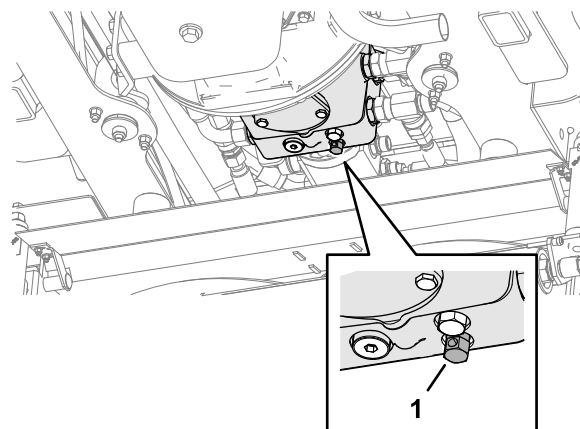

Рисунок 44
- Над средним режущим блоком закройте перепускной клапан на насосе трансмиссии, повернув его по часовой стрелке (Рисунок 44).